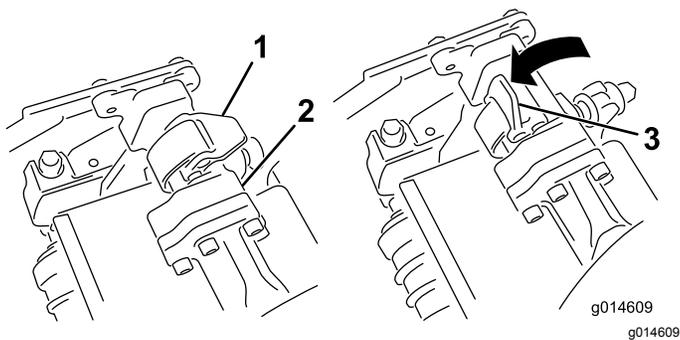
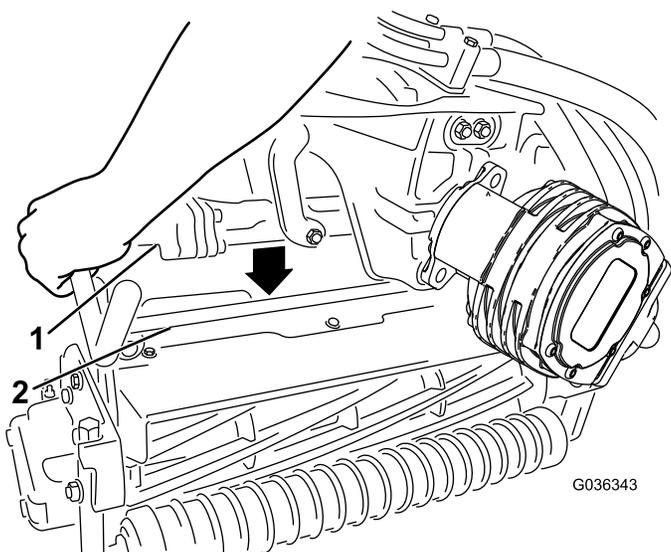

Рисунок 52
Рисунок 53
4. Когда защелки на штанге рычага подвески направлены вверх (т.е. открыты) (**Рисунок 52**), нажмите на рычаг подвески так, чтобы штанга села на поперечный стержень наверху режущего блока (**Рисунок 53**).
5. Опустите защелки и поверните вокруг стержня режущего блока и заблокируйте их (Рисунок 52).
5. Откройте защелки на штанге рычага подвески режущего блока, который необходимо снять (Рисунок 52).